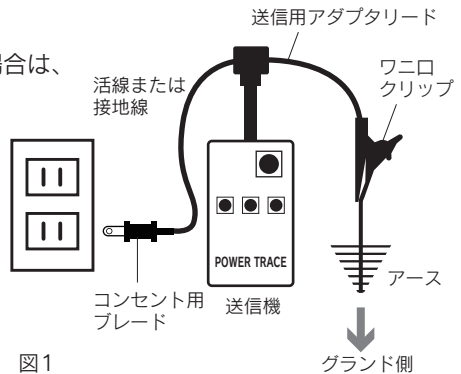

図1
1. 送信用アダプタリードの一方のワニ口クリップをアース棒等を使用して直接接地します。(P6図1参照)
3. 送信用アダプタリードを送信機に接続します。(P9図1参照)
2. 他方のワニ口クリップを識別するケーブルにクリップします。(P9図1参照)